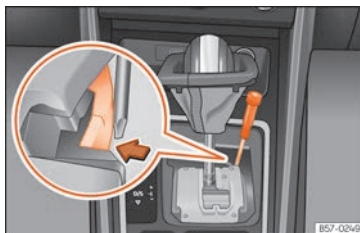

Fig. 144 Levier sélecteur : déverrouillage d'urgence de la position de parking.
- En utilisant le côté plat d'un tournevis, appuyez latéralement sur la languette jaune et maintenez **fig. 144**.